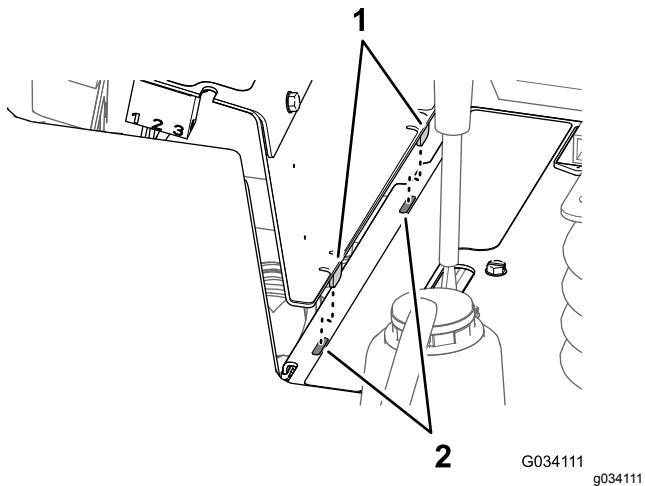

**Bild 52**
1. Nehmen Sie die vier Rändelschrauben ab, mit denen die Armaturenbrettplatte am Kraftstofftank befestigt ist (Bild 52).
2. Heben Sie die Armaturenbrettplatte an (Bild 52).
3. Richten Sie die Schlitte an der Oberseite des Armaturenbretts an den Löchern im Flansch des Kraftstofftanks aus (Bild 52).
4. Befestigen Sie das Armaturenbrett mit den vier Rändelschrauben (Bild 52), die Sie in Schritt 1 in Entfernen der Armaturenbrettplatte \(Seite 54\) entfernt haben, am Flansch des Kraftstofftanks.